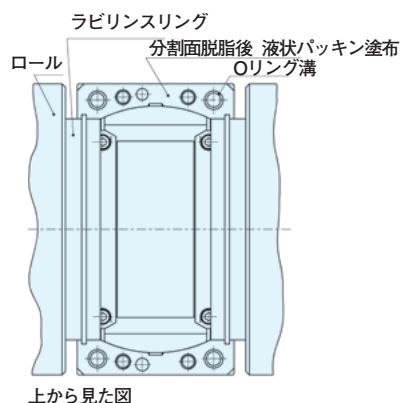

図15 上側用ラビリンスリングの取付け
- (1) 既に取り付けられたラビリンスリング(下)と合い番号が一致するようにロールのラビリンス溝に挿入して、分割面を合わせて取り付けます。(図15参照)